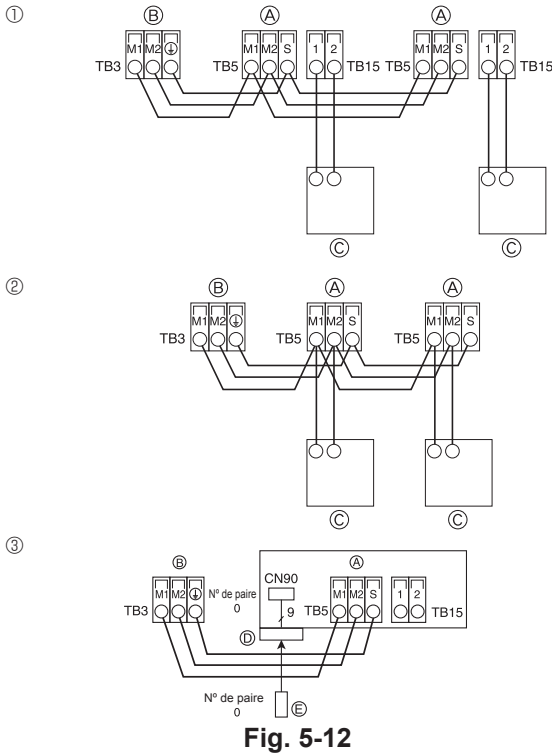

Fig. 5-12
5.5. Raccordement des câbles de télécommande et des câbles de transmission intérieur et extérieur (Fig. 5-12)